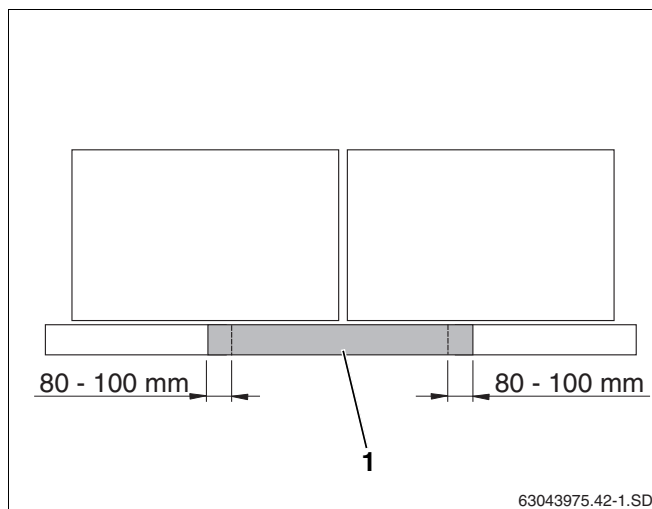

Fig. 45 Posizionamento dei profili d'integrazione inferiori centrali con collettori montati orizzontalmente
In presenza di collettori montati orizzontalmente, già con due collettori sono necessari i profili d'integrazione inferiori centrali (fig. 45, **pos. 1**) che devono essere montati in modo da sovrapporsi per 80 - 100 mm con i profili inferiori laterali.